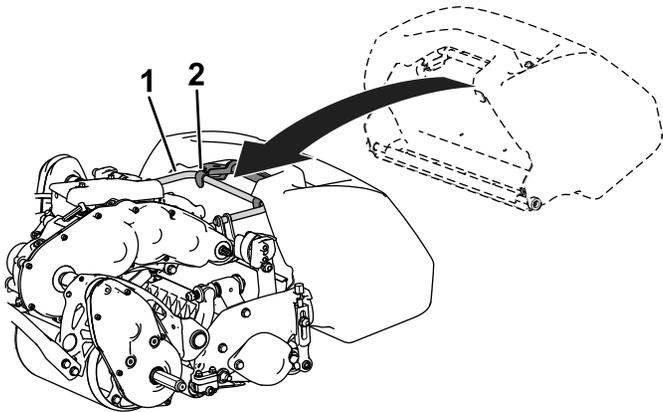

图 4
2. 将集草斗凸缘放入滚刀组侧板之间前滚筒之上 图 4。
3. 将集草斗钩安装到环形机架上 (图 4)。